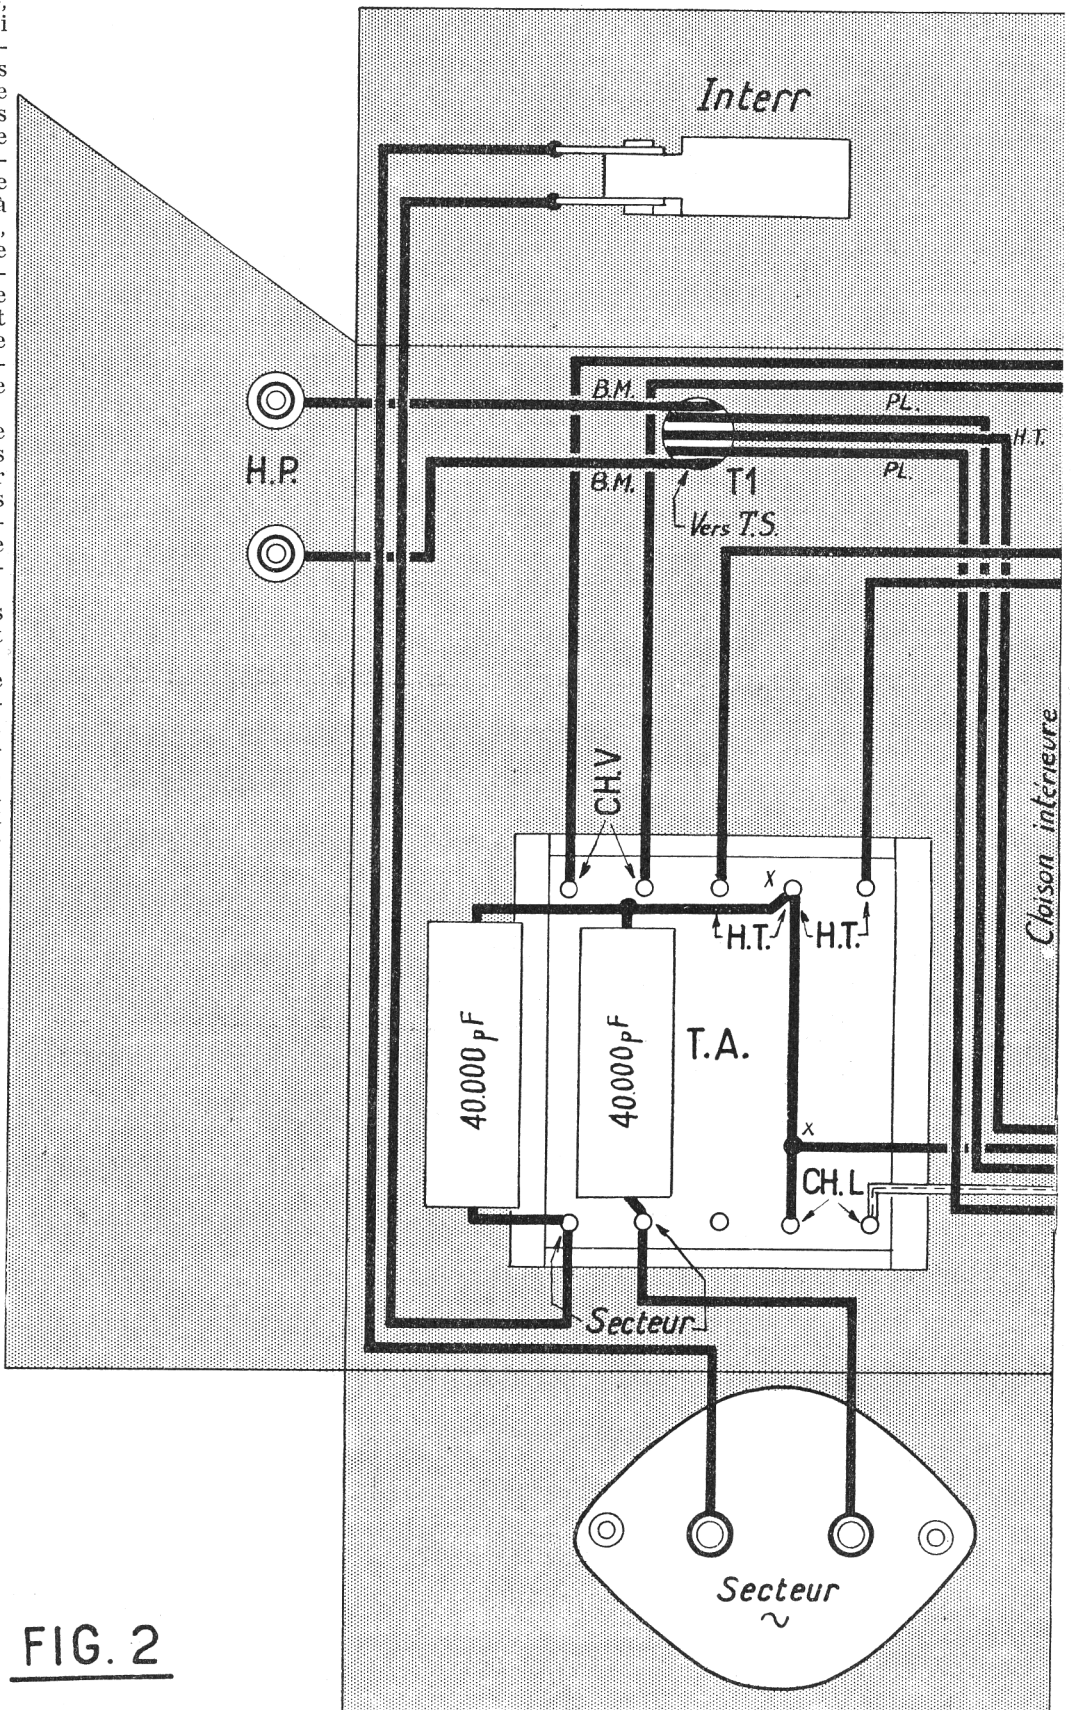
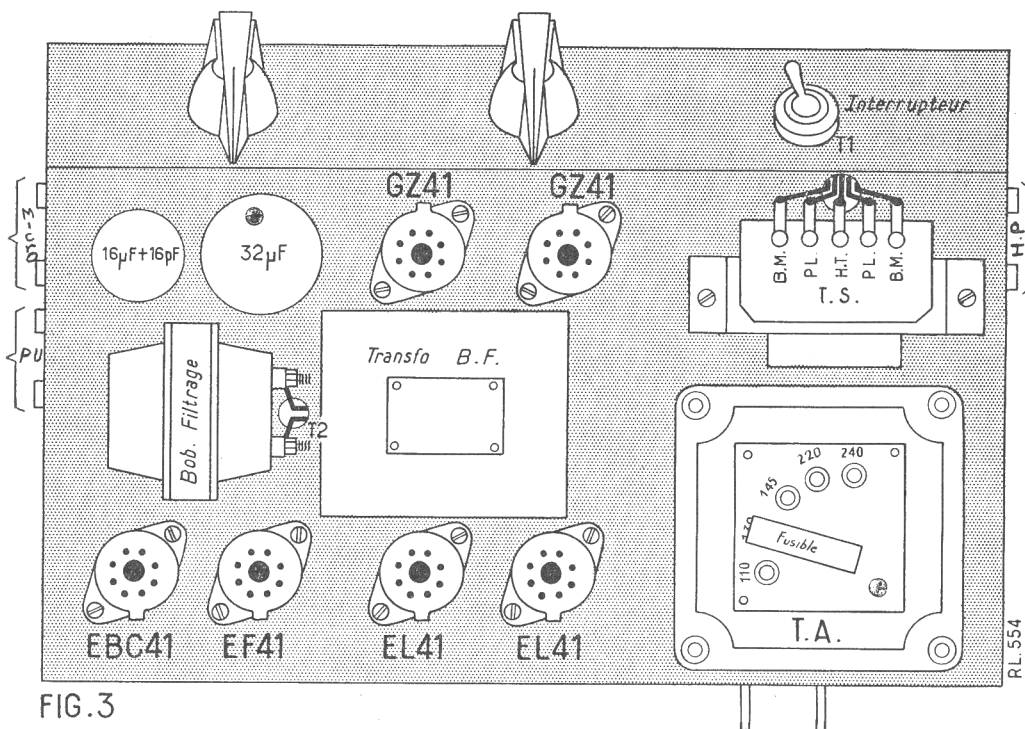

FIG. 2
FIG. 3
Le châssis sur lequel ce montage doit être effectué est de la forme « pupitre », c'est-à-dire qu'une des faces, celle qui recevra les organes de commande, est inclinée. Cette disposition rend beaucoup plus commode les manœuvres de réglage. Sur ce châssis, on fixe comme de coutume les pièces qui entrent dans la composition de l'appareil. On place, en premier, les six supports de lampes Rimlock. Etant donné que les cosse de ces supports correspondent à des électrodes bien déterminées des lampes, il convient d'orienter ces supports d'une certaine façon de manière à pouvoir réaliser ensuite des liaisons aussi courtes que possible. L'orientation des supports de cet amplificateur est indiquée sur le plan de câblage de la figure 2 où nous avons représenté le petit trait gravé dans la bakélite entre les cosse filaments (1 et 8).
Lorsque tous les circuits que nous venons d'étudier sont réalisés, il faut effectuer une vérification attentive de toutes les connexions; ceci afin de s'assurer qu'aucune erreur n'a été commise. Ceux qui savent interpréter un schéma pourront faire cet examen final en se reportant au schéma de la figure 1. Pour les autres, la comparaison se fera avec le plan de câblage de la figure 2 et la vue du dessus de la figure 3.
- 1 châssis selon figure 2 avec son capot.